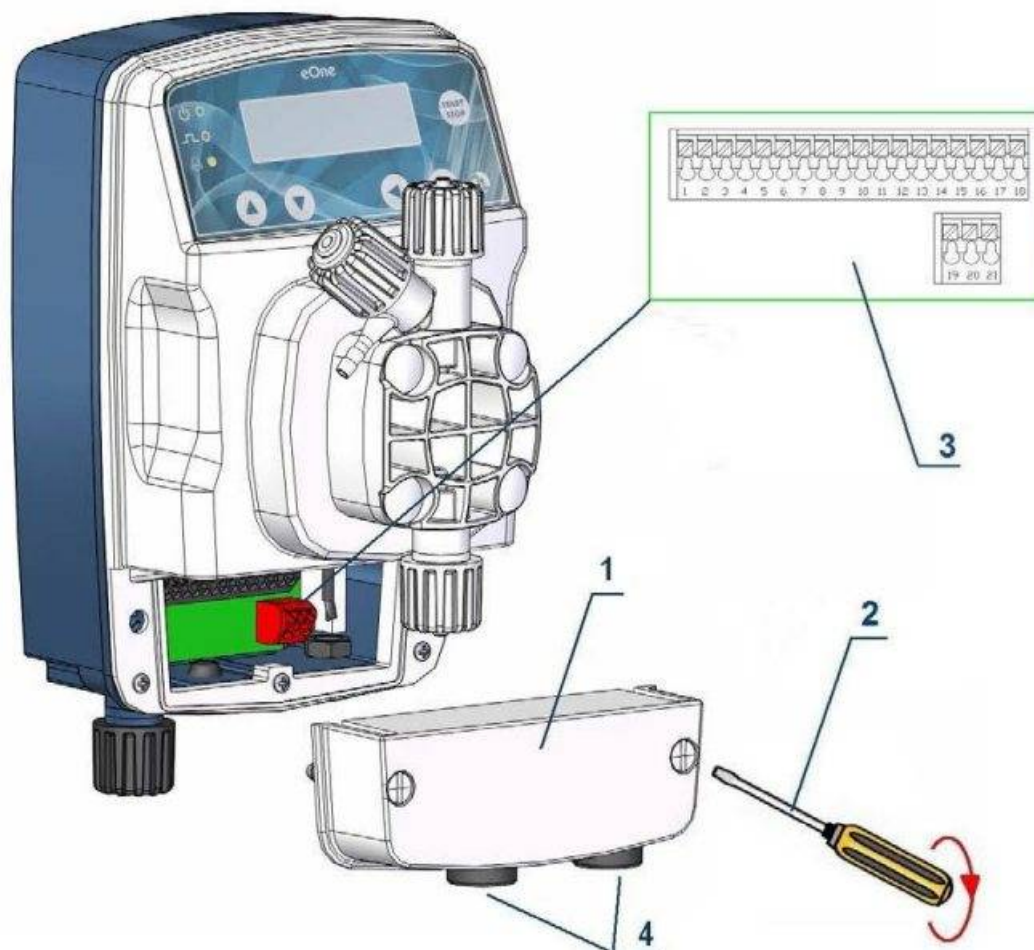

Рис. 9 – Клеммная колодка
Для подключения внешних устройств и аксессуаров снимите крышку клеммной колодки (1), действуя с помощью отвертки (2) с прямым шлицем (ширина шлица – не менее 5 мм.) и открутите фиксирующие винты (см. Рис. 9).